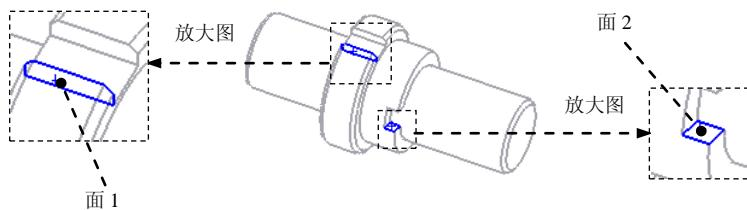

图 7.4.15 选取配合面
(1) 确定配合类型。在“配合”对话框的**标准配合(A)**区域中单击“重合”按钮 重合 。
(2) 选取配合面。分别选取图 7.4.15 所示的面 1 与面 2 作为配合面，系统弹出快捷工具条。
(3) 在快捷工具条中单击 \checkmark 按钮，完成第三个装配配合。